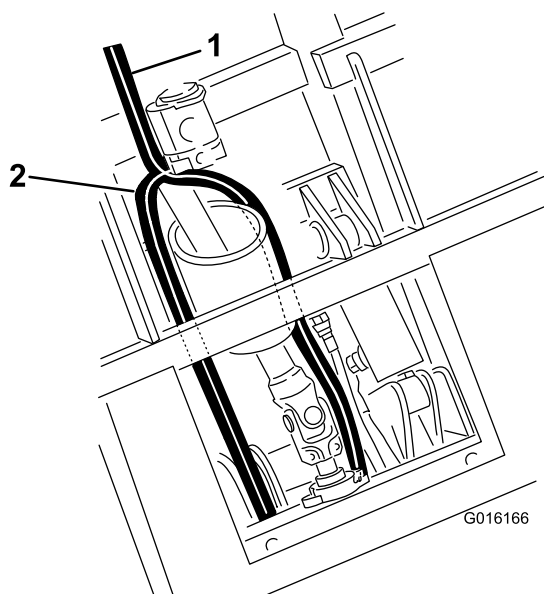

Figura 46
- Disponete il flessibile della pressione sotto al cilindro di sollevamento e tra le staffe di montaggio del cilindro verso la valvola (Figura 46).
- Disponete il flessibile del serbatoio lungo l'albero della PDF verso la valvola (Figura 46).